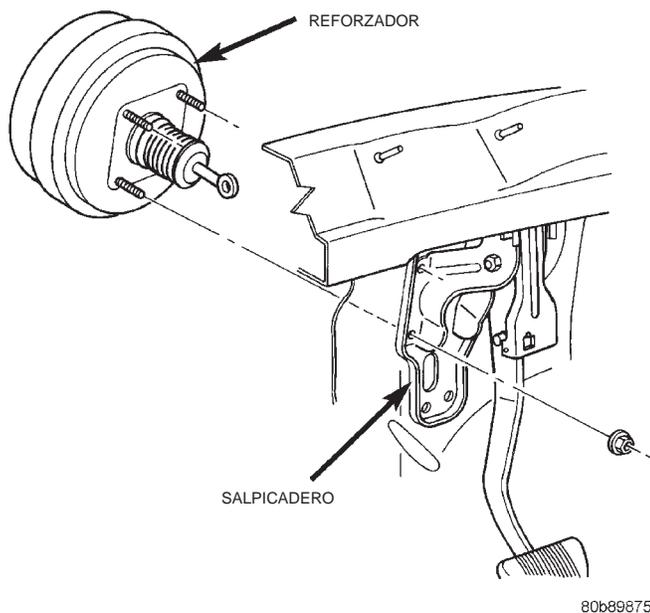

Fig. 22 Instalación del reforzador del servofreno
- (4) Retire las cuatro tuercas (Fig. 22) que fijan el reforzador al salpicadero.
- (5) En el compartimiento del motor, deslice hacia adelante el reforzador, inclínelo ligeramente hacia arriba y retírelo del compartimiento del motor.